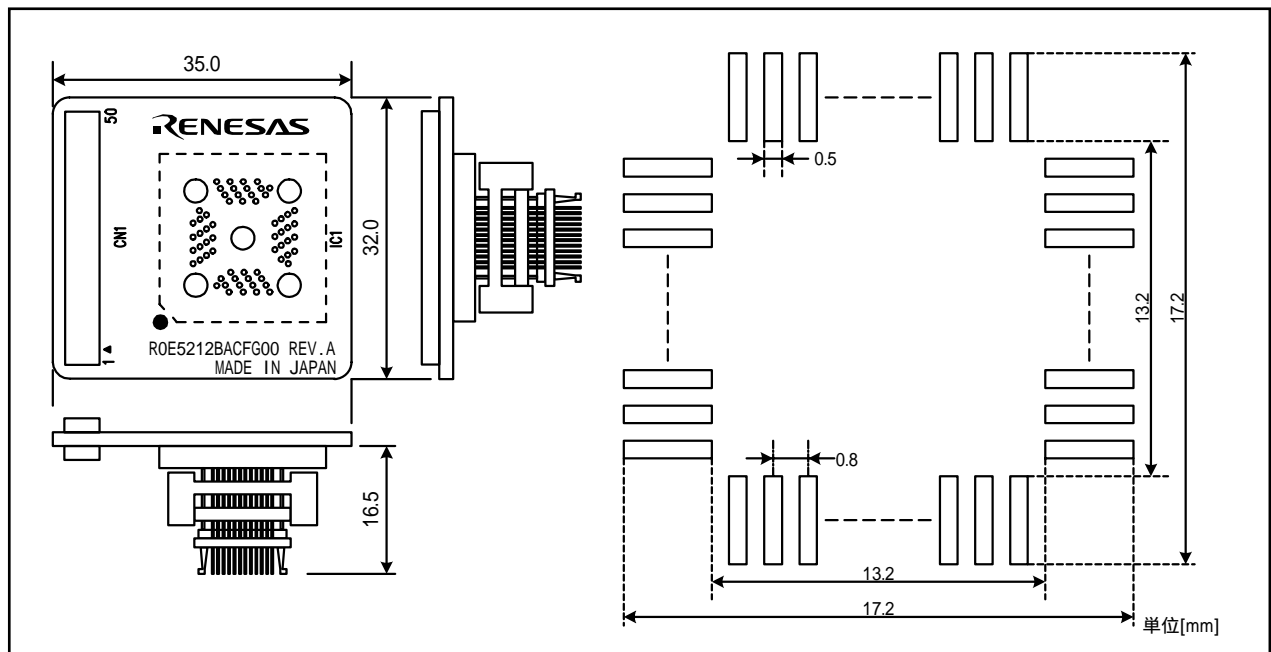

図4 ROE5212BACFG00ユーザシステム接続部の寸法図および参考フットパターン
6. ROE5212BACFG00ユーザシステム接続部の寸法図および参考フットパターン (図4参照)